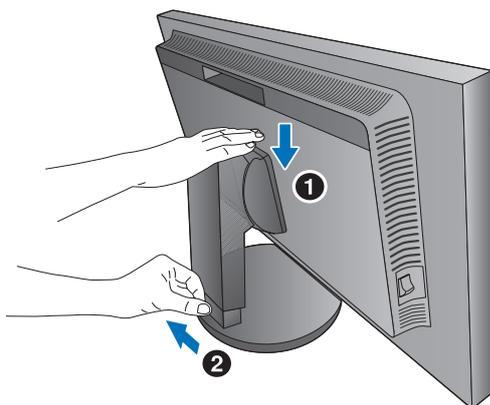

Figura B.1
3. El ajuste de la altura se fija mediante el interruptor de bloqueo. Coloque una mano en la parte superior de la base para empujar la pantalla y situarla en la posición más baja. Deslice el interruptor de bloqueo para desbloquear la base y subir la pantalla del monitor (figura B.1).